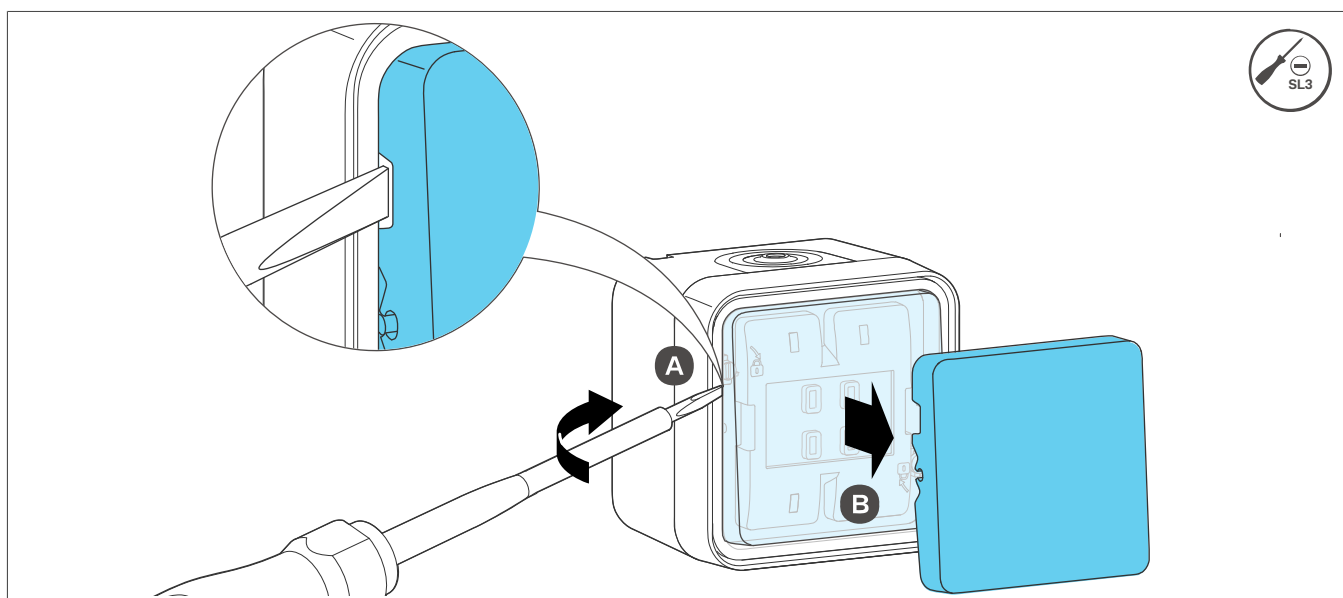

Bild 2: Wippe entfernen
- 1 Wippe (1) an der Einkerbung A mit dem Schraubendreher vom Aufputz-Gerät lösen B (Bild 2).